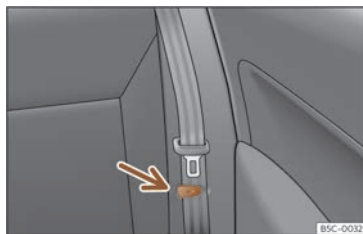

Fig. 98 Bancheta din spate: clema de fixare pe poziție a centurii de siguranță.
- Fixați centurile de siguranță ale scaunelor laterale în clemele din capitonaj >>> **fig. 98**.